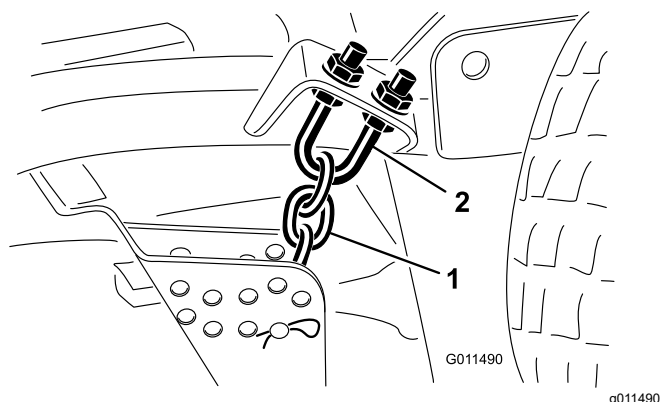

Figure 120
1. Desserrez les écrous de blocage en haut ou en bas de l'étrier fileté de la chaîne de hauteur de coupe (Figure 120).